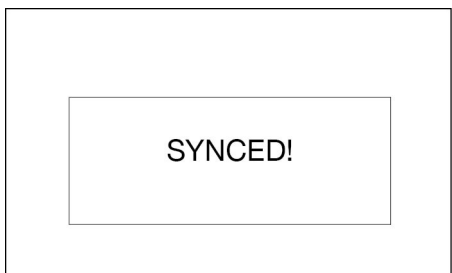

FIG. 33
4. Le compteur affiche SYNCHRONISÉ en cas de succès ou ECHEC en cas d'échec (FIG. 33).